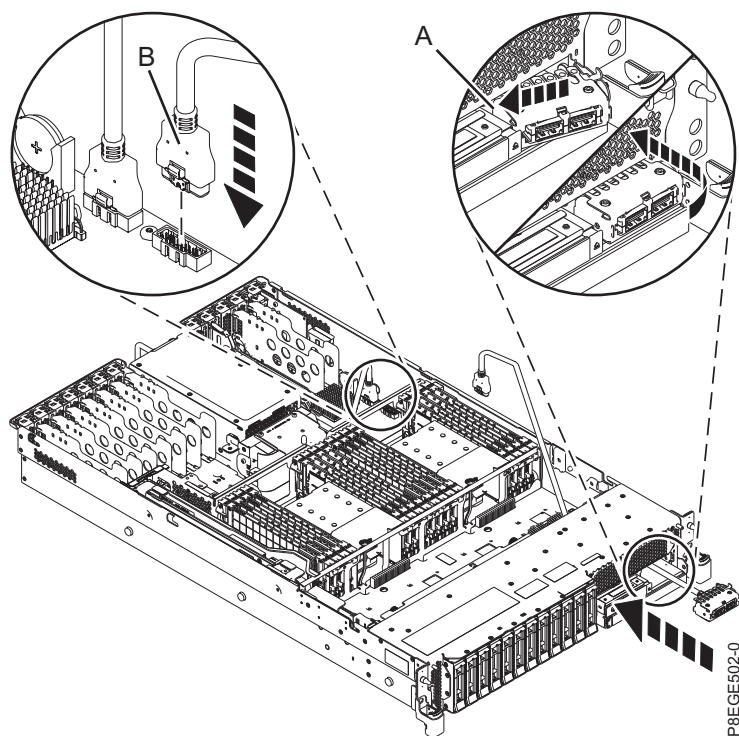

Figura 4. Instal·lació del cable frontal USB
2. Inserir l'extrem del cable USB en una obertura de la part frontal del sistema, tal com es mostra a Figura 4 a la pàgina 7. Feu passar el cable pel costat dret del xassís del sistema.
3. Acobleu l'allotjament del cable USB a l'obertura de la part frontal del sistema inserint la pestanya (A) de la banda esquerra de l'allotjament a la ranura. Feu pivotar l'allotjament a l'obertura fins que l'allotjament quedi encaixat en la posició correcta a la banda dreta. Consulteu Figura 4 a la pàgina 7.
4. Endolieu el cable USB (B) al connector de la placa posterior del sistema, tal com es mostra a Figura 4 a la pàgina 7.